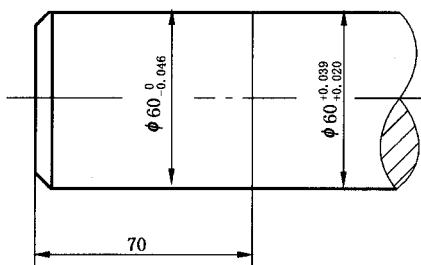

图 12 同一基本尺寸的表面有不同公差要求的注法
4.2.2 同一基本尺寸的表面,若有不同的公差时,应用细实线分开,并按 4.1 规定的形式分别标注其公差(图 12)。